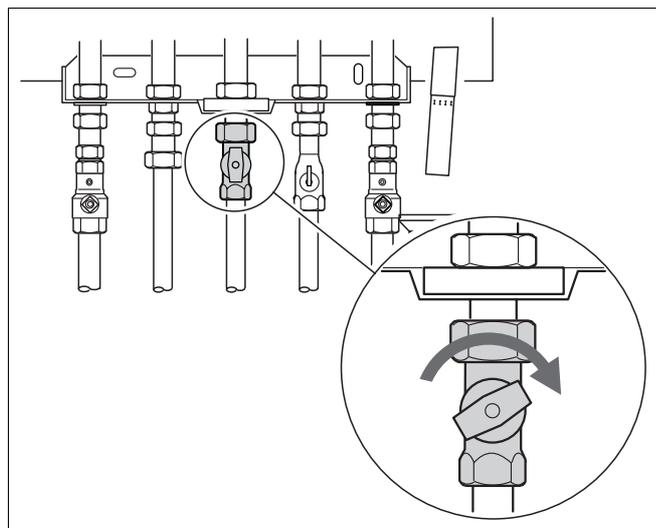

Fig. 30 Chiudere il rubinetto di intercettazione del gas
- Chiudere il rubinetto di intercettazione del gas (fig. 30).